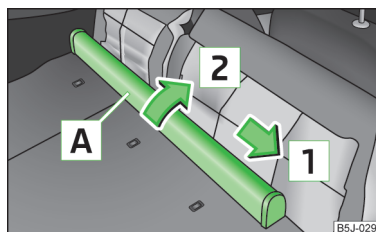

Fig. 55 Asientos traseros: Caja de la red de separación
- Desplace la caja de la red de separación del maletero **A** » fig. 55 en el sentido de la flecha **1** y sáquela del alojamiento del respaldo del asiento derecho en el sentido de la flecha **2**.